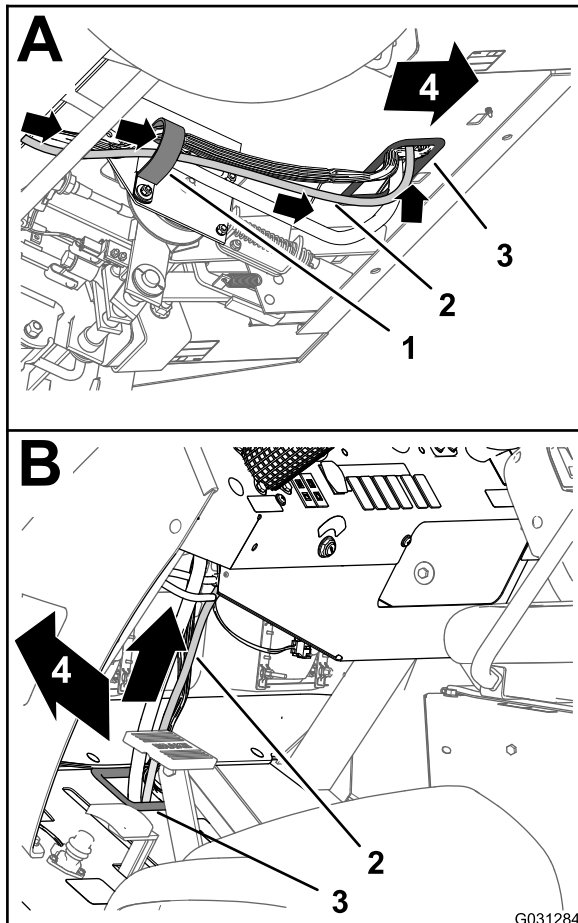

Figura 142
3. Passe a secção com 220 cm da cablagem dos dados para a frente e para cima através do olhal que rodeia o orifício no painel do piso (Figura 142).
4. Passe a secção com 220 cm da cablagem dos dados para cima e ao lado da cablagem dianteira da máquina (Figura 142).